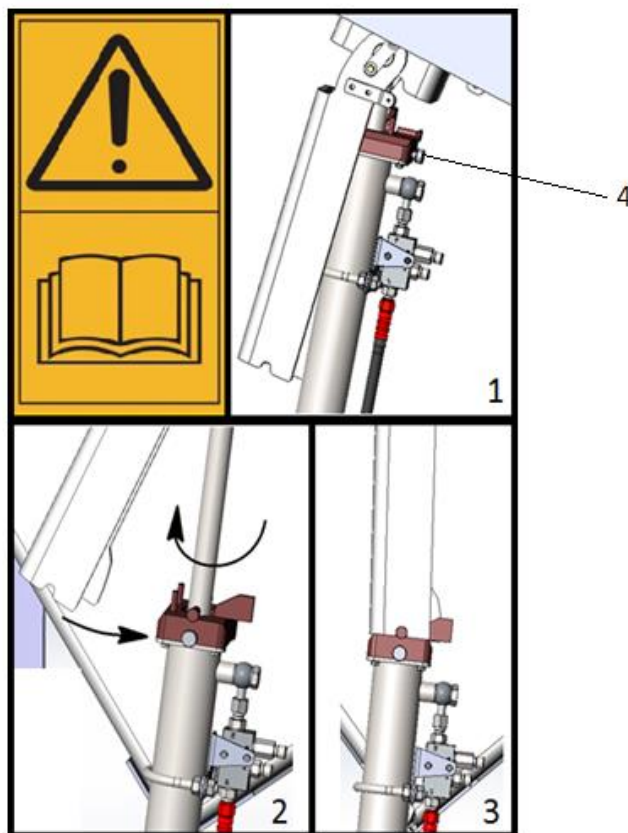

Рисунок 228 Поворот опоры
- 2) Установить режим подъёма ручного насоса поворотам рычажка крана *Рисунок 228*
- 4) Ослабить винт поз 4 *Рисунок 228*
- 6) Затянуть винт поз 4 *Рисунок 228*